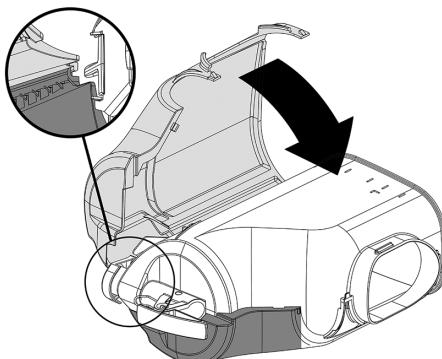

**figura 2**
**1** Adagiare la parte destra del recover su un piano. Posizionare il contenitore al suo interno.(vedere figura 2)(vedere figura